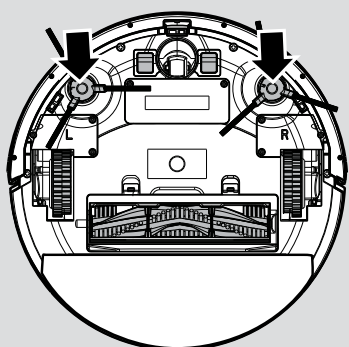

Fig. 3
7. Presione los dos cepillos de limpieza de bordes sobre los soportes hasta que encajen en su sitio. Preste atención a la designación L y R en el dispositivo, así como a los cepillos. **[Fig. 3]**